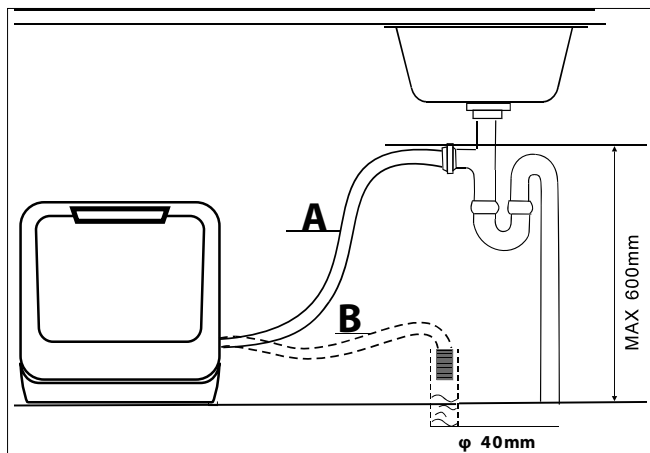

Fig. 8 – Collegamento al sifone
- ▶ Collegare il tubo flessibile di scarico dell'acqua al sifone (per lavatrici) della tubazione di scarico sotto al lavandino (vedere la Fig. 8). Assicurare una pendenza sufficiente del tubo flessibile di scarico. L'apparecchio deve essere posizionato almeno 4 cm sopra lo scarico.